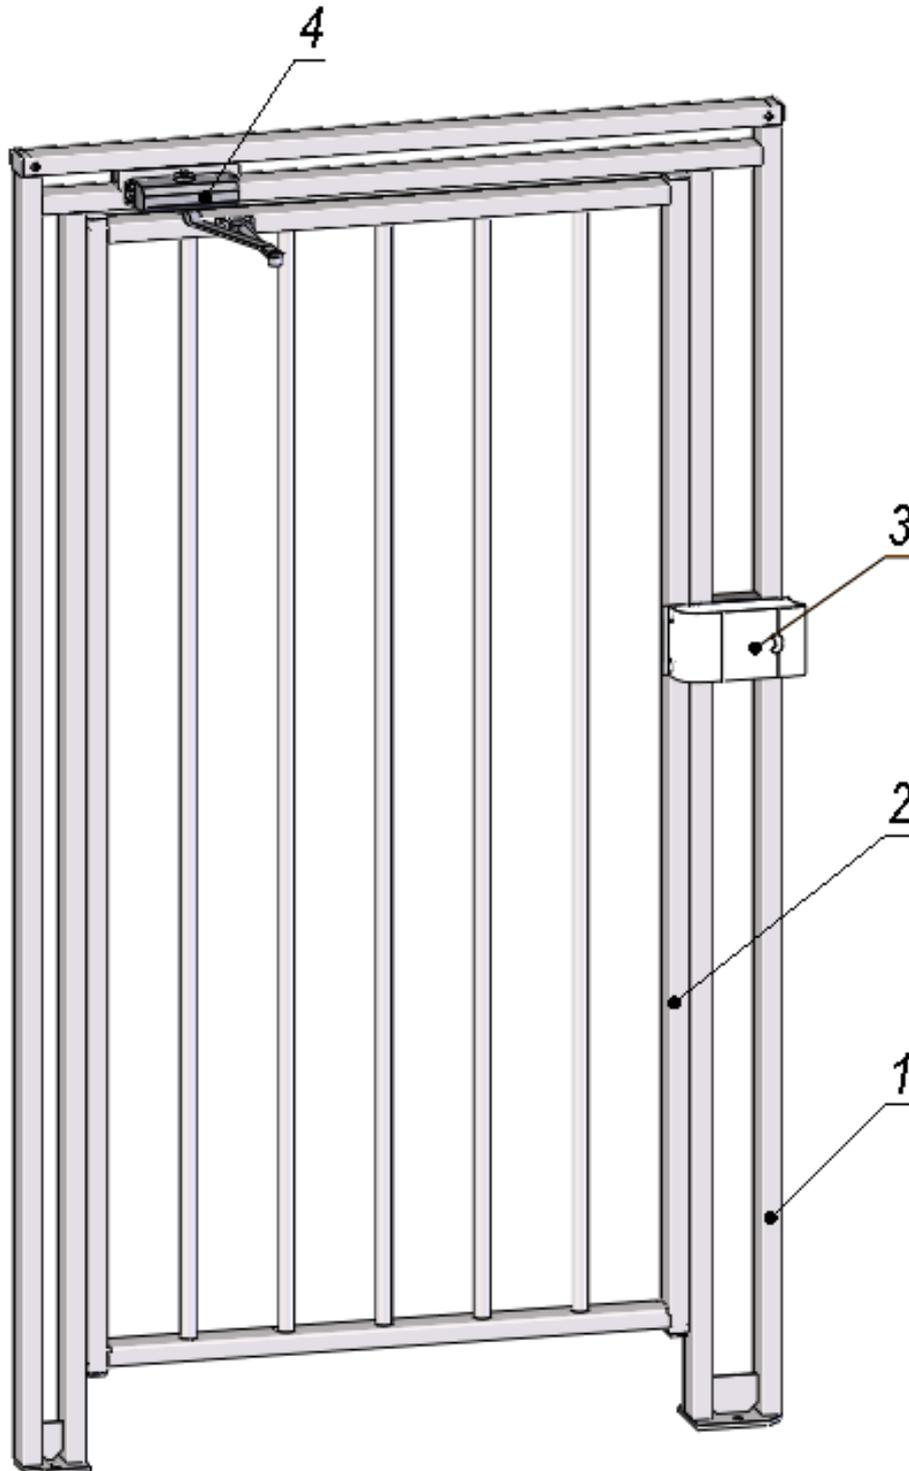

Рисунок 2. Общий вид калитки
Устройство калитки показано на рис. 2. Габаритные размеры калитки указаны на рис. 1. Номера позиций в тексте руководства даны в соответствии с рис. 2, если не указано иначе. Калитка состоит из: рамы (1), створки (2), замка электромеханического (3), доводчика (4).